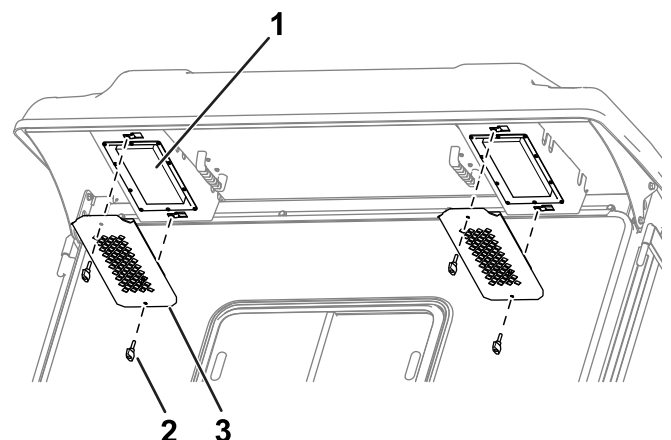

Figura 84
1. Retire los pomos y las rejillas del reborde trasero de la cabina (**Figura 84**).
4. Utilice los pomos y las rejillas para instalar los filtros en la cabina (Figura 84).